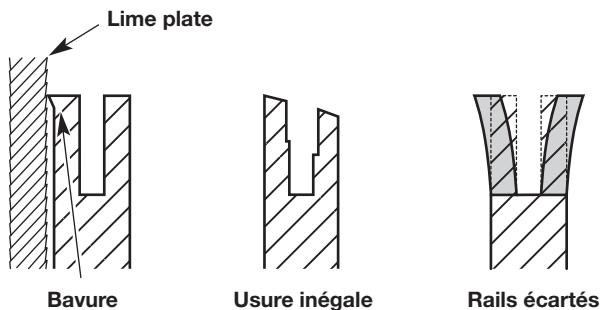

Fig. 40
- Vérifiez fréquemment la tige de guidage afin d'y déceler des signes de dommages (Fig. 40). L'usure irrégulière et l'ébarbage des rails de guidage (les nervures de chaque côté de la rainure de la tige) sont des processus normaux d'usure de la tige de guidage. Ces défauts doivent être limités dès qu'ils se produisent (Fig. 40). Une tige de guidage avec les défauts suivants doit être remplacée :